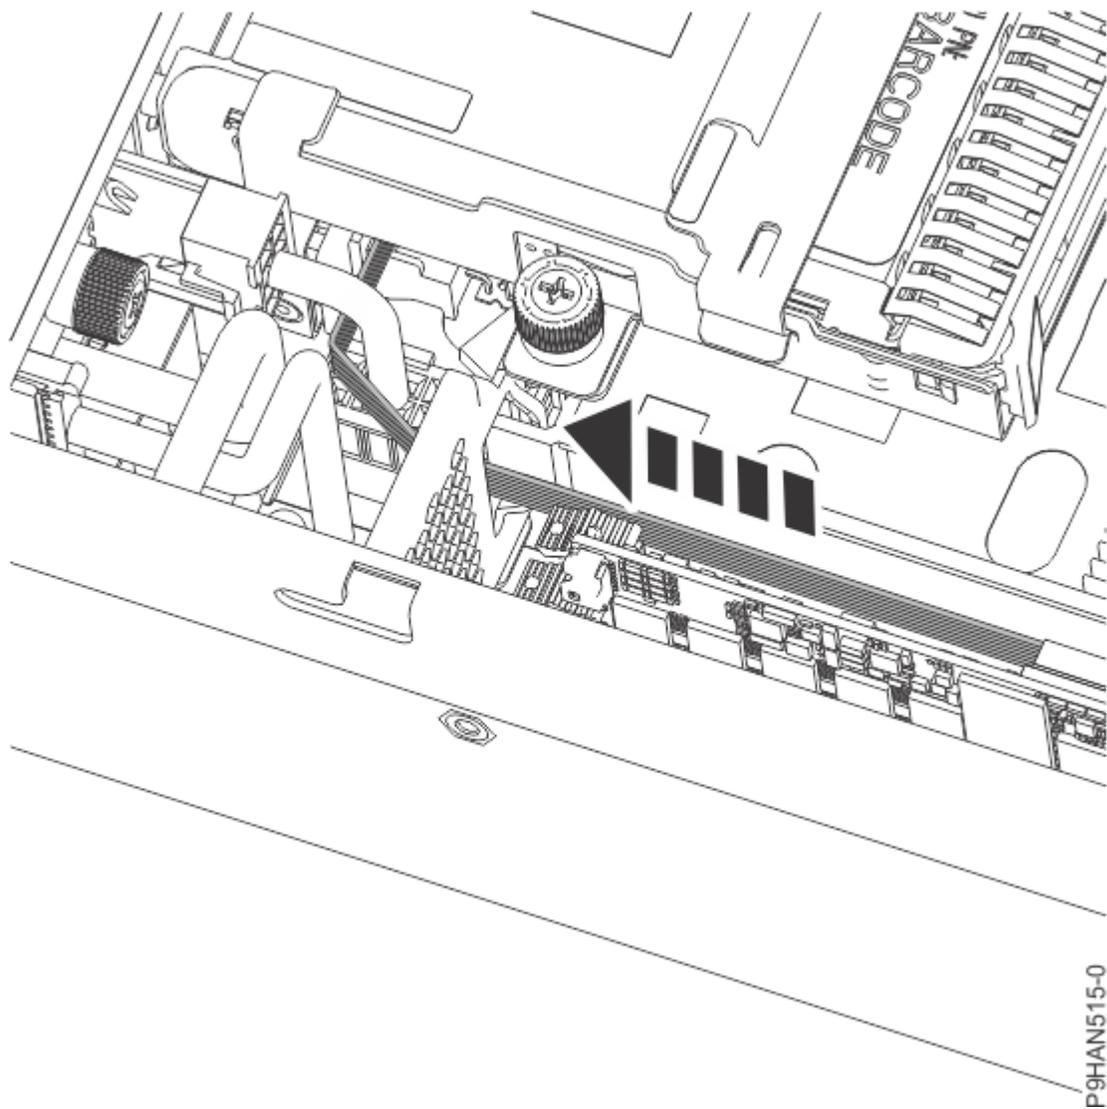

図 49. BPM ケーブルを前方に引き出す
- a) 61 ページの 図 49 に示されている方向に向かって BPM ケーブルを前方に約 5 cm 引き出して、BPM ケーブルに遊びを持たせます。